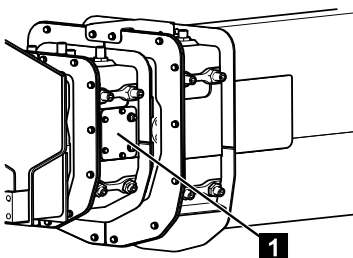

Fig. 255
3. Ouvrir les trappes d'entretien (Fig.255/1) des deux côtés.